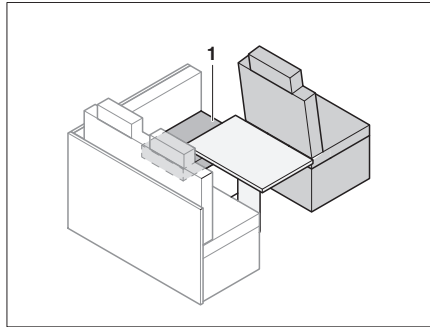

Fig. 181 Prima della trasformazione
- Spostare lateralmente il cuscino del divano (Fig. 181,1).